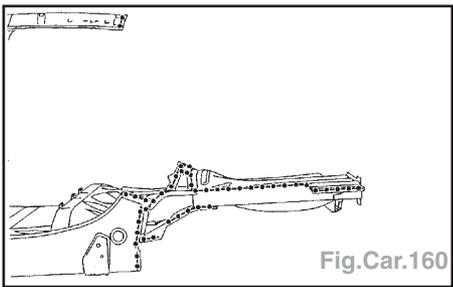

Fig.Car.160
- Préparation des bords d'accostage et protection par un apprêt soudable (Fig.Car.160).